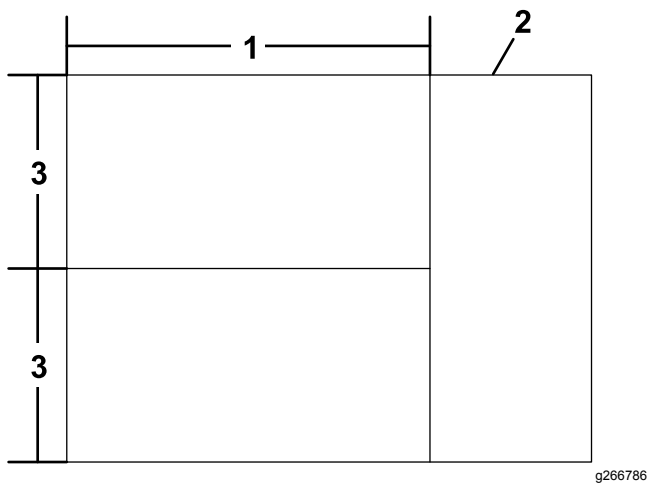

Figura 14
- Corte la banda central como se muestra en la Figura 14.